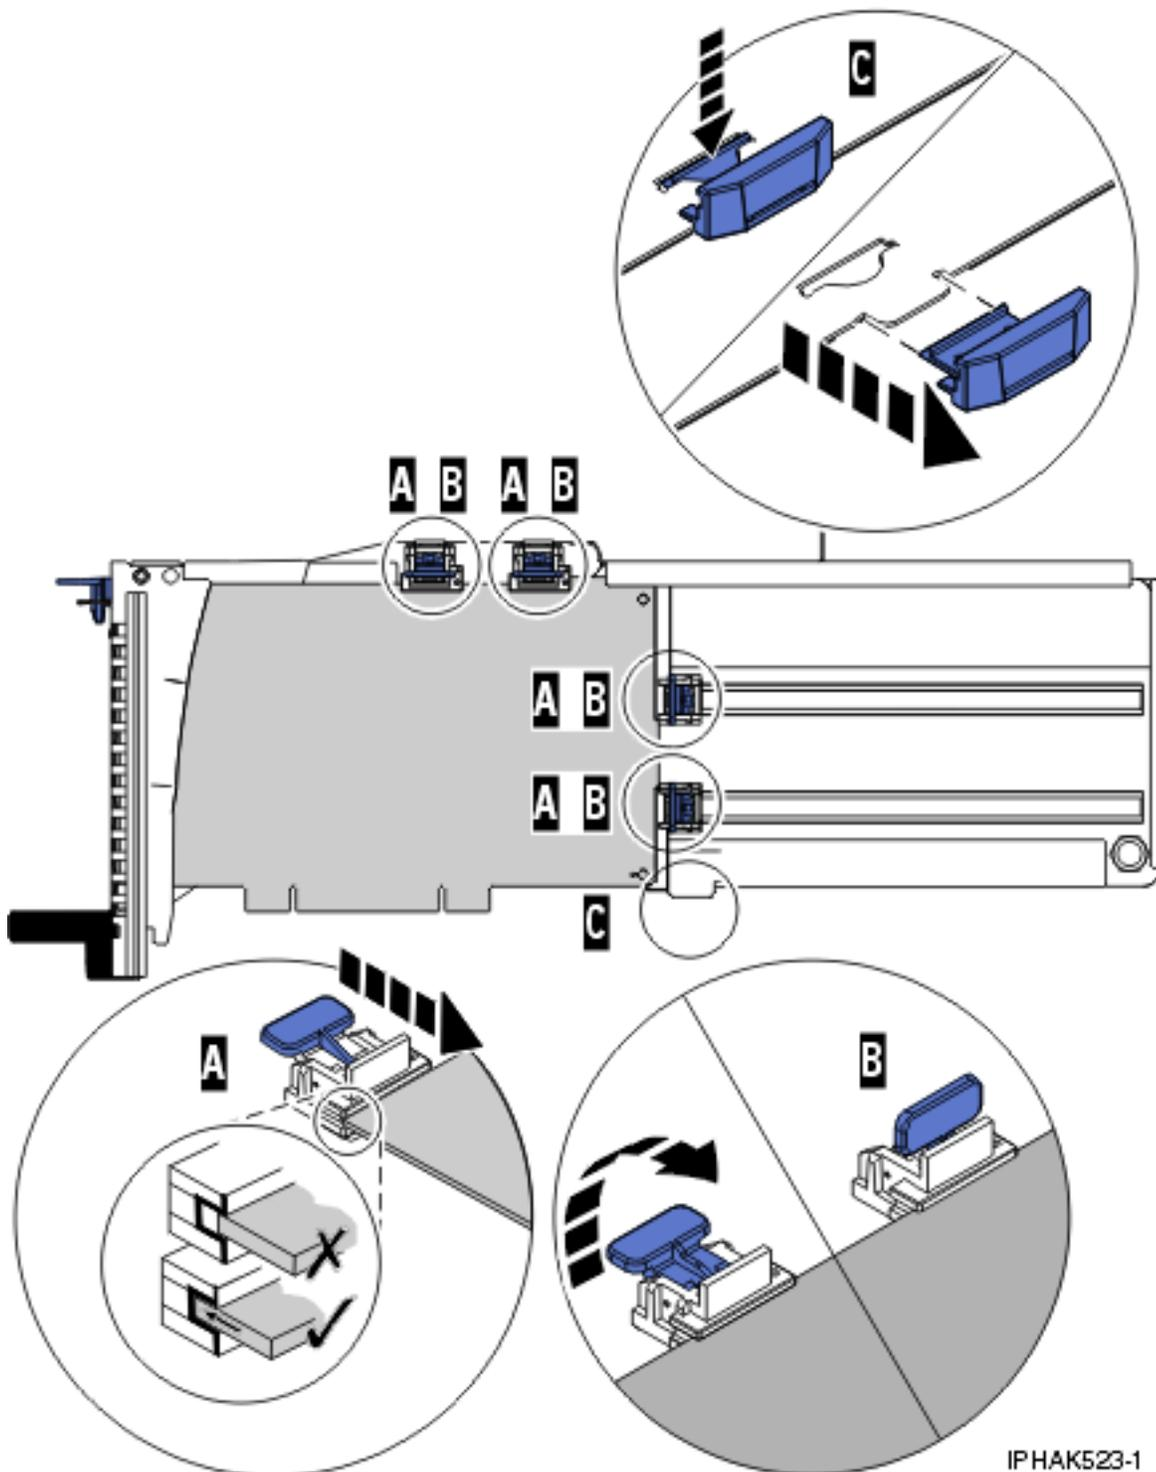

Figure 95. Carte de taille moyenne dans la cassette de cartes PCI avec les supports en place
- Retirez le stabilisateur de carte (C). Pour plus d'informations, voir figure 95, à la page 206.
- Placez et verrouillez les crochets de retenue (B).
- Vérifiez que le bord de la carte est emboîté dans chaque rainure de retenue (A). Si la forme de l'adaptateur ou la présence d'un connecteur empêche le bord de l'adaptateur de reposer dans la rainure de retenue, vérifiez que le crochet de retenue est toujours maintenu fermement contre le bord ou le connecteur.